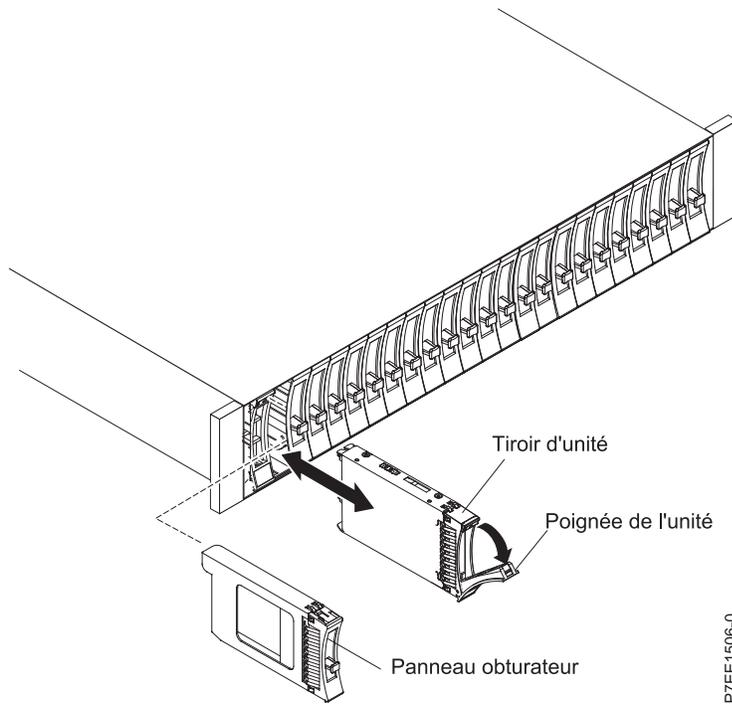

Figure 24. Retrait d'une unité du boîtier d'unité de disque 5887
4. Saisissez l'avant de l'unité et tirez pour sortir l'unité de l'emplacement, tout en soutenant la base de l'unité. Voir : figure 24, à la page 25.